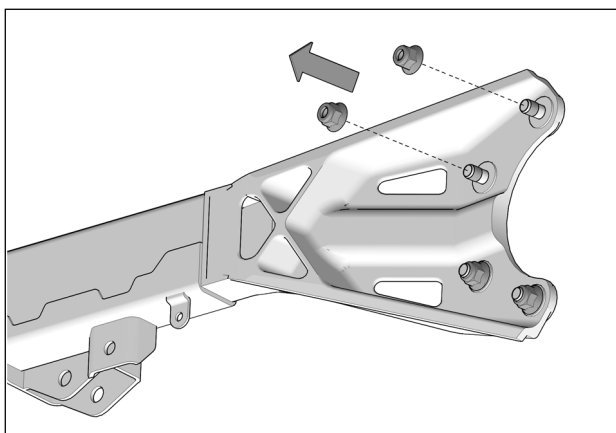
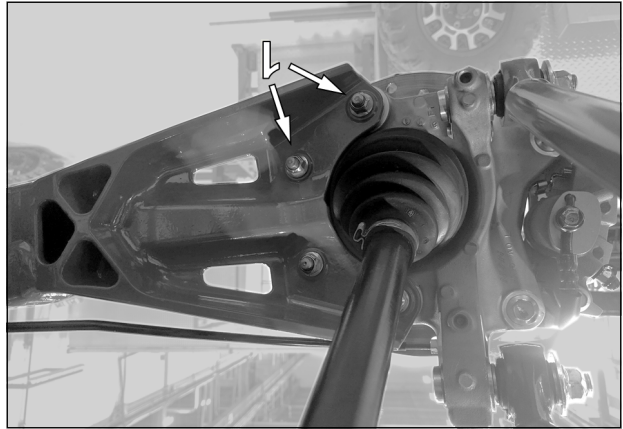

Fig. 5
Fig. 4
5. Retirer les deux écrous intérieurs (1) du groupe de quatre qui fixent le bras de suspension longitudinal au moyeu de roue. Voir la Fig. 4 et la Fig. 5